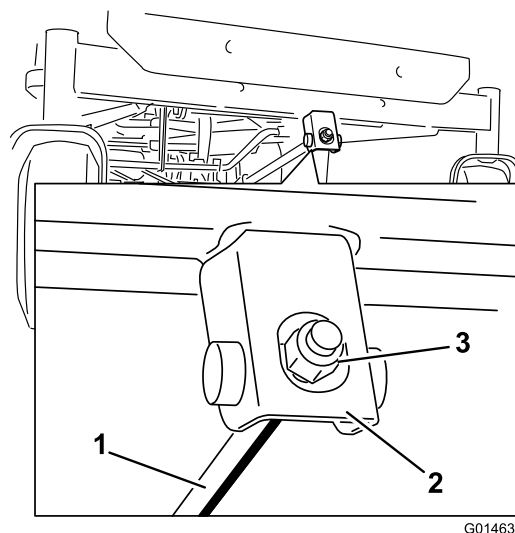

Figura 56
6. Para ajustar la inclinación longitudinal, gire la tuerca de ajuste de la parte delantera del cortacésped (Figura 56).